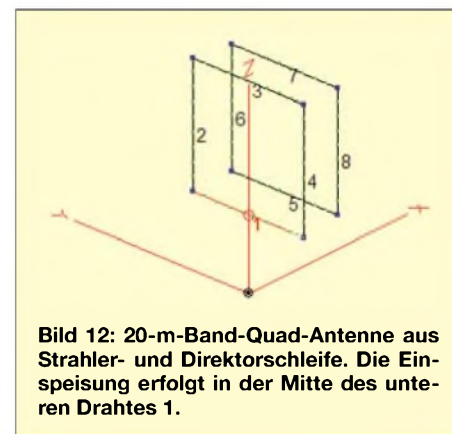

Bild 12: 20-m-Band-Quad-Antenne aus Strahler- und Direktorschleife. Die Einspeisung erfolgt in der Mitte des unteren Drahtes 1.
Die resonanten Einzelschleifen haben übrigens einen Gewinn $G = 5,59$ bzw. 5,74 dBi unter dem Abstrahlwinkel 40° bzw. 39°. Für DX-Abstrahlung interessant wird eine Schleifenantenne aber erst mit einer zweiten korrespondierenden Schleife, die entweder als Reflektor oder als Direktor wirkt. Wir wollen uns für einen Direktor entscheiden. Eine solche Schleife sollte etwas kleiner als der Strahler sein und im Abstand von etwa 0,1 bis 0,2 Wellenlängen (hier also 2 m bis 4 m) angebracht sein. Versuchen wir unseren Umbau ausgehend von Schleife (4) *Quadschleife 22m, 9Seg, 6m.res.ez*, die wir im *Loop*-Fenster um eine zweite Schleife mit den Daten $d = 2$ mm, 9 Segmente/Seite, 4 Seiten, Umfang 21 m, $x, y, z = 2, 0, 6$ erweitern. Diese Direktor-Schleife ist $x = 2$ m vor der ursprünglichen angebracht, Bild 12. Der Gewinn dieser nun mit Richtwirkung verse-